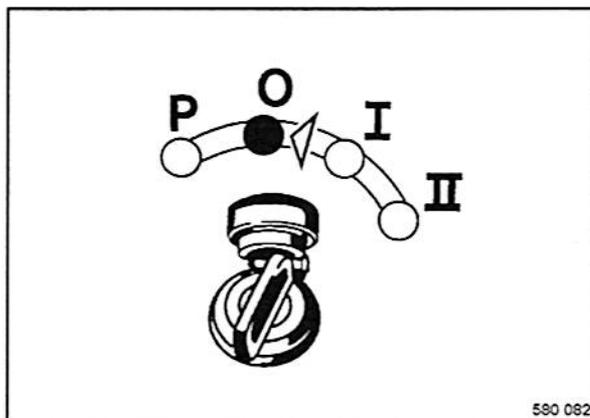

Fig. 74
- Colocar el interruptor de encendido y arranque (Fig. 74) en posición "0" ó "P" y extraer la llave de encendido.